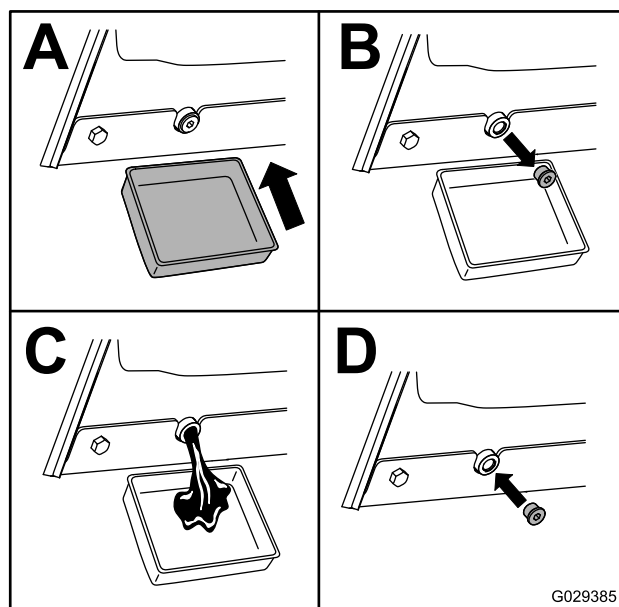

Рисунок 45
- Слейте масло под платформой (Рисунок 45).